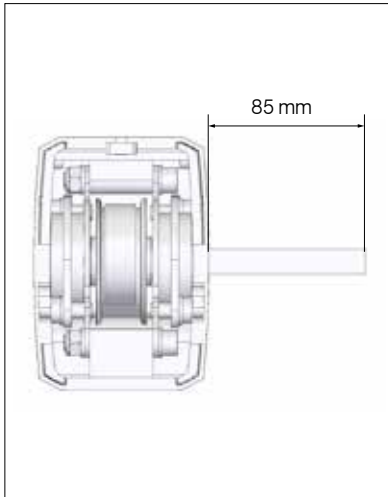

Abb. 20
- » Vierkante zur Antriebswellenbefestigung entsprechend der Zeichnung ausrichten (Abb. 20 und 20.1).